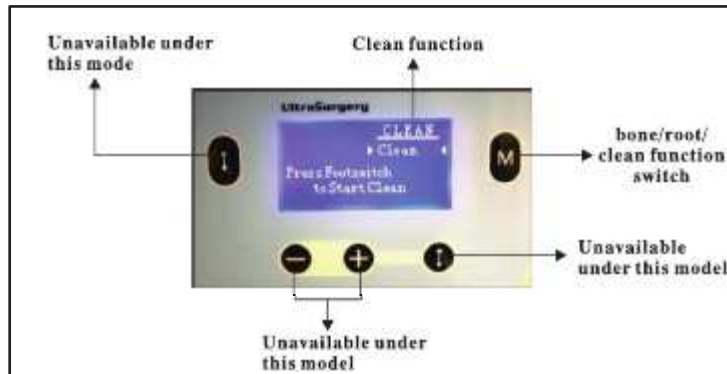

Fig.11
7.2.3 Función limpieza (Fig.11)
- c) Empezar la función de limpieza (CLEAN) (Fig.11);